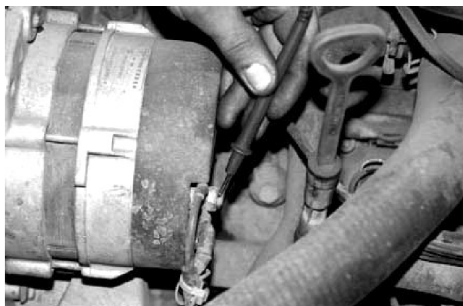

图 3-13 测量发电机电压
(1) 用万用表电压档诊断 将万用表旋钮旋至适当档位, 把红表笔接发电机“B+”接线柱, 黑表笔接外壳, 如图 3-13 所示。然后让发动机运转在中速以上, 12V 电气系统的电压标准值应在 14V 左右, 24V 电气系统的电压标准值应在 28V 左右。若测得的电压为蓄电池电压, 则表明发电机不发电。
如图 3-13 所示，将万用表置于直流电压档，黑表笔“—”接发电机外壳（搭铁），红表笔“+”接发电机电枢 B + 接柱，此时所测电压为蓄电池电压。起动发动机并逐渐提高转速，此时万用表指针应指示 13.5 ~ 14.5V，说明发电机发电正常。若发电机发电正常，万用表指示的电压仍为 13V 则说明发电机不发电，应对发电机、调节器和充电系统的连接线进行全面检查。